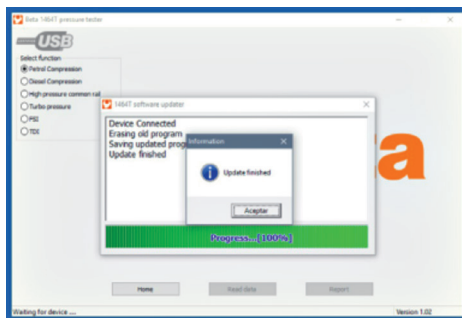

Fig. 7
- Esperar a finalização do processo de atualização; no PC aparecerá a mensagem "Atualização finalizada" (ver fig. 7).